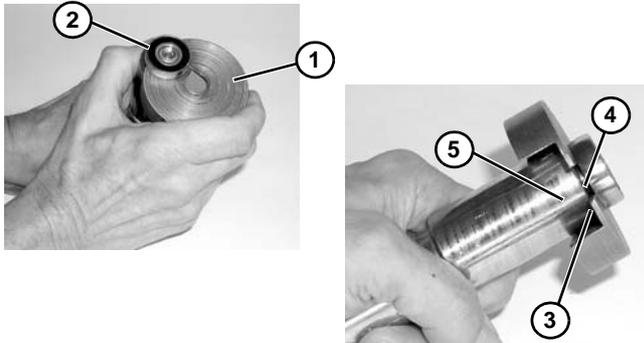

Figura 77
1. Coloque la herramienta de extracción de cojinetes, pieza número 456063 (**Figura 77, artículo 1**) debajo del cojinete (**Figura 77, artículo 2**) con labio (**Figura 77, artículo 3**) situado en la separación (**Figura 77, artículo 4**) existente entre el cojinete y el cubo del husillo (**Figura 77, artículo 5**) tal y como se muestra.